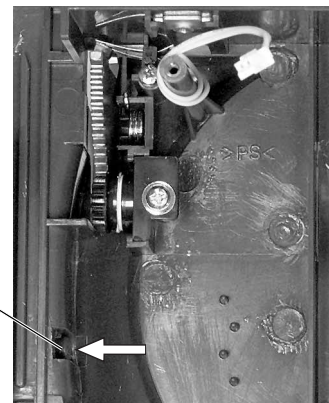

Fig. 19
- Griff nach oben klappen und durch Eindrücken der Führungs-Bolzen ④ auf beiden Seiten des Griffes ausrasten (Fig. 19).
- Tilt the handle up then disengage it by pressing on the guide lugs ④ located at the sides of the handle (Fig. 19).